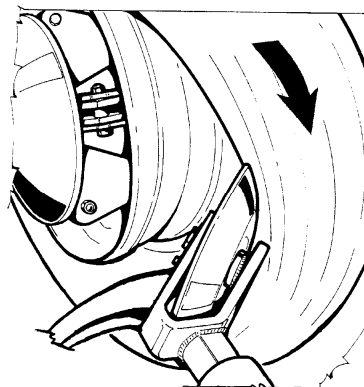

Рис.40
6. Во время демонтажа внутреннего борта шины следите за тем, чтобы не повредить золотниковый шток (Рис. 40).